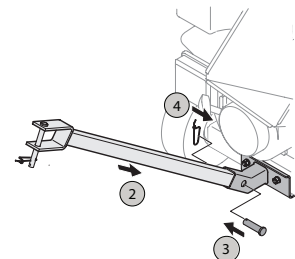

Figura 4
2. Inserte la barra de remolque en el receptor. Vea la Figura 4.
3. Vuelva a insertar el pasador de horquilla en los orificios de alineación de la barra de remolque y del receptor. Vea la Figura 4.
4. Sujete con el pasador de resorte para asegurar. Vea la Figura 4.